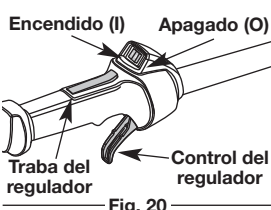

Fig. 20
NOTA: No hay necesidad de encender la unidad. El Control de Encendido y Apagado está en la posición **Encendido (I)**, en todo momento (Fig. 20).
- Oprima completamente el cebador y suéltelo 10 veces. Hágalo lentamente. Se deberá ver un poco de combustible en el cebador y en las tuberías de alimentación de combustible (Fig. 20). Si no puede ver el combustible en el cebador, oprímalo y suéltelo tantas veces como sea necesario hasta que vea combustible en el mismo.
- Oprima y mantenga oprimido el control de encendido y apagado en la posición de **APAGADO (O)** hasta que el motor se detenga por completo (Fig. 20).
- NOTA:** No hay necesidad de arrancar la unidad. El control de Encendido/Apagado está en la posición **ENCENDIDO (I)** en todo momento (Fig. 20).